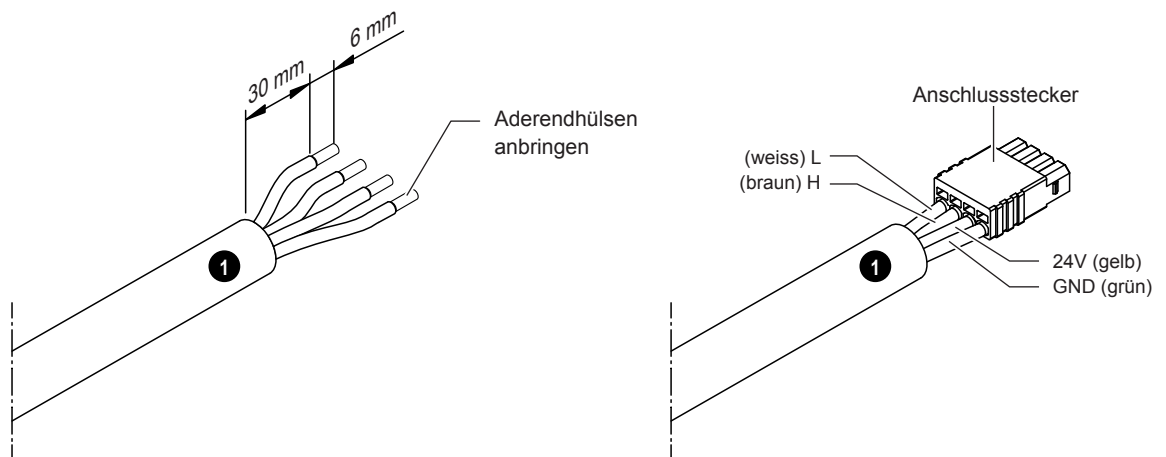
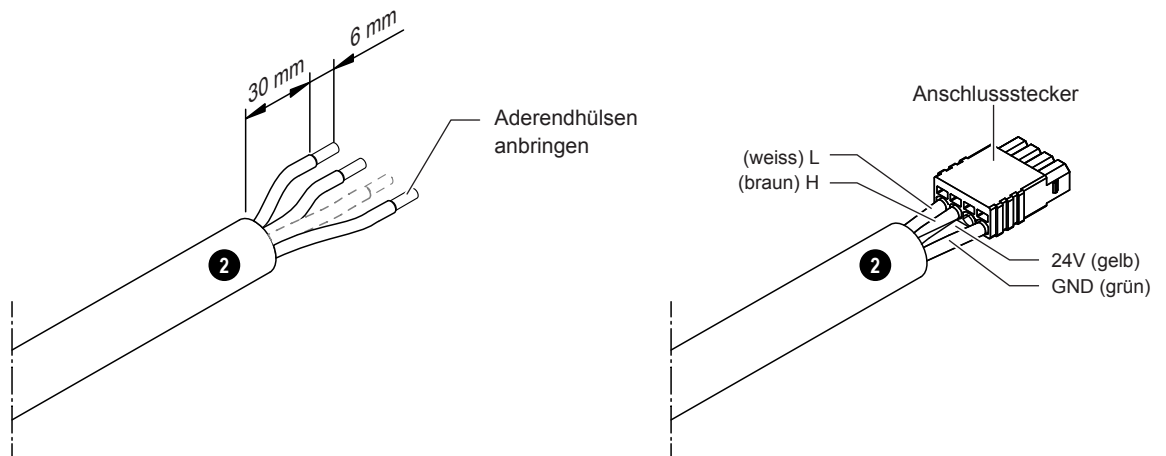

Abb. 26: CAN BUS-Kabel für Anschluss SPA Display vorbereiten
Abb. 27: CANBUS-Kabel für Verbindung Condair Delta SPA Control Box zu Condair Omega vorbereiten
3. Das bzw. die CAN BUS-Kabel ablängen. Das bzw. die Kabelende(n) gemäss Abb. 26 (Anschluss SPA Display) oder Abb. 27 (Verbindungskabel Condair Delta SPA Control Box zu Condair Omega) für den Anschluss der Stecker vorbereiten und den/die Stecker an die/das CAN BUS-Kabel anschliessen.